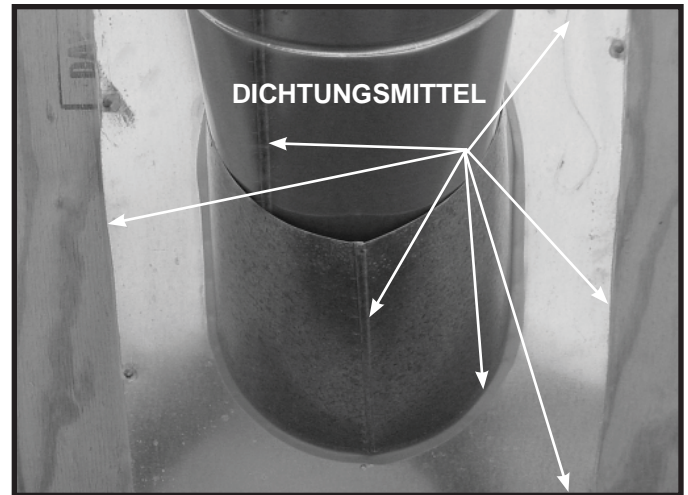

Abbildung 10.12
- Schieben Sie das Dachblech wie in Abbildung 10.12 gezeigt über die Rohrelemente, die durch das Dach ragen.
- Dichten Sie die Umfassung des Dachblechs ab, wo es die Dachoberfläche berührt. Siehe Abbildung 10.12.